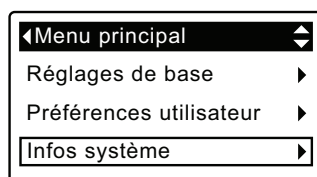

FIG. 64
1. À partir d'un écran d'état dynamique, appuyez sur le SÉLECTEUR (O) pour afficher le **Menu principal**.
2. Appuyez sur le bouton BAS (▼) pour faire défiler les options du menu et mettre en évidence **Infos système** (cf. Figure 64).